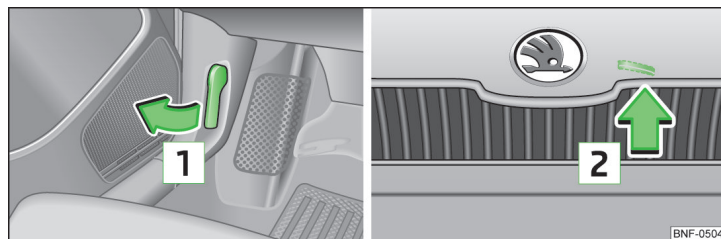

Fig. 97 Maneta de deblocare a capotei motorului / maneta de deblocare
- > Trageți de maneta de deblocare de sub planșa de bord, în sensul săgeții 1 » fig. 97.
- > Presați maneta de deblocare în sensul indicat de săgeata 2 » fig. 97, capota motorului se deblochează.
Nu ridicați niciodată capota motorului prin prindere de maneta de deblocare » fig. 97.